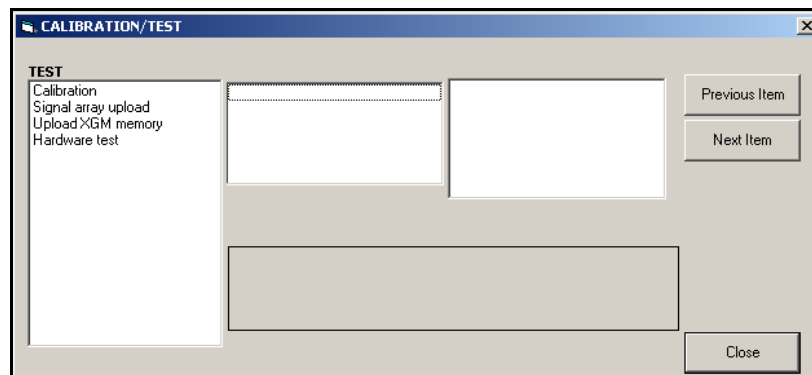

Рис. 10: Меню *Calibration/Test*
5. Для ввода данных в пользовательскую программу, дважды щелкните меню *Calibration/Test*. Появится окно, сходное с представленным на *рис. 10* внизу.
1. В меню *Calibration/Test* (см. рис. 10 на стр 40) дважды щелкните элемент *Edit Functions*, чтобы открыть опцию.